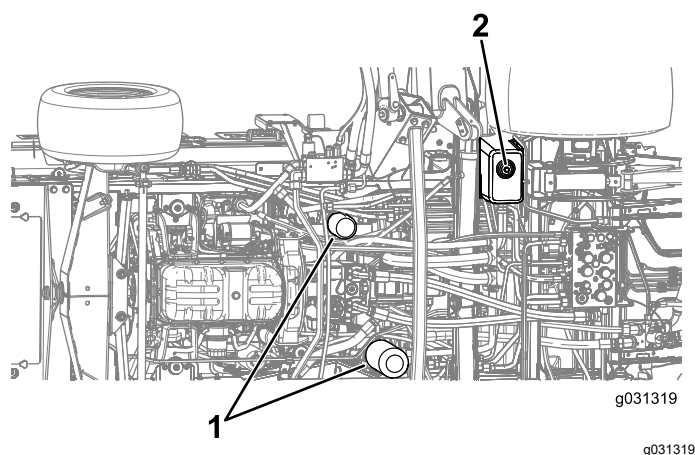

Figura 101
4. Retire el tapón de vaciado de la parte inferior del depósito y deje que se drene el fluido hidráulico al recipiente (**Figura 101**).
3. Coloque un recipiente debajo del filtro y retire el filtro (**Figura 101**).